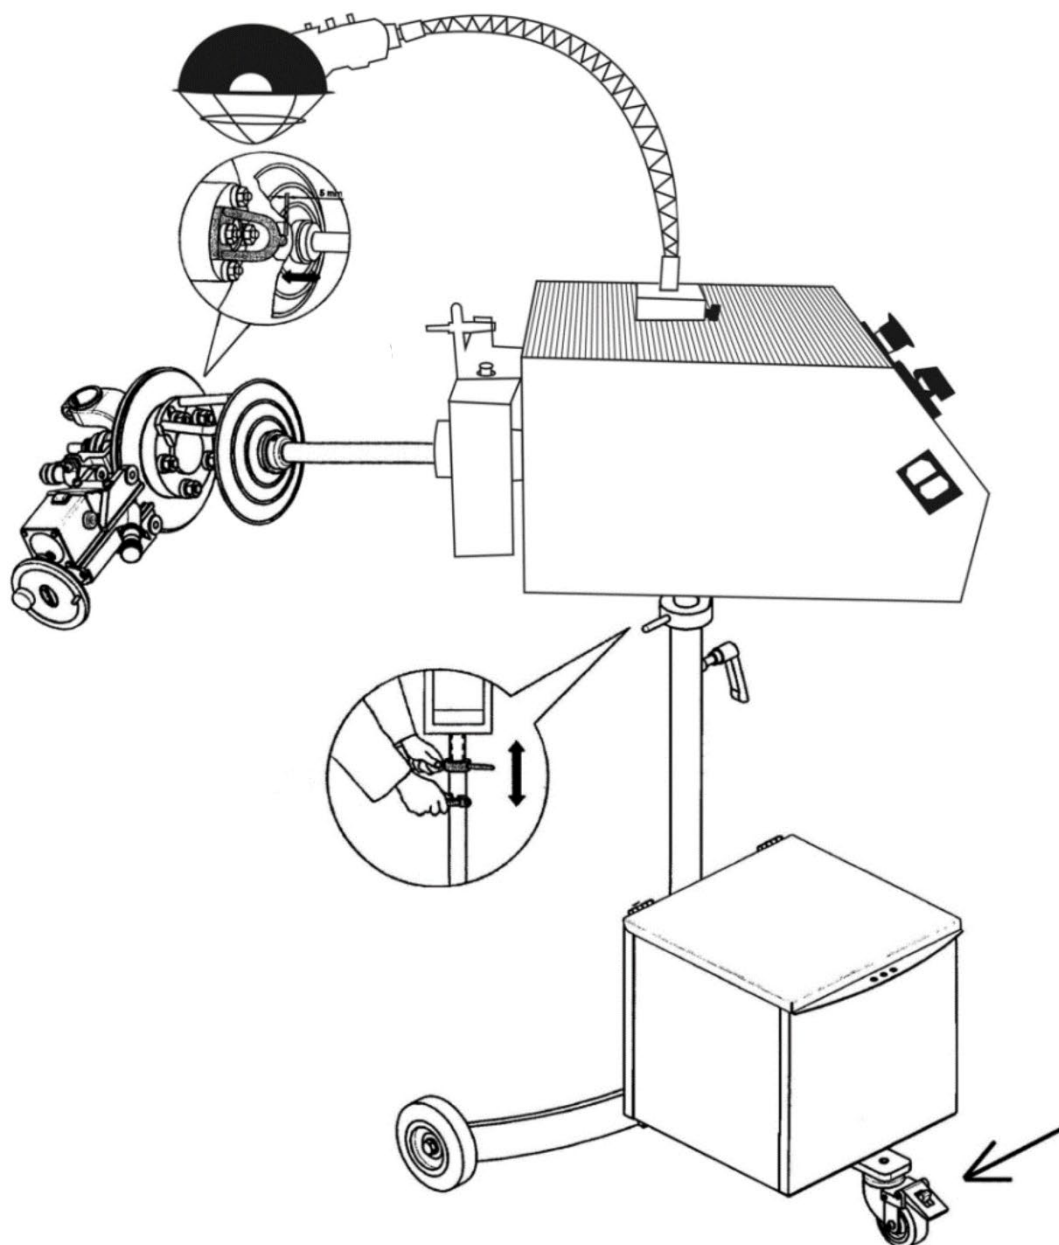

Рисунок 30
7.6.3 При необходимости подложите шайбу между универсальным кронштейном и отверстием для крепления тормозного суппорта (рис. 30), чтобы блок проточки был установлен согласно (рис. 30, 31).
7.7.3 Ослабьте фиксирующую ручку на пол оборота (рис. 30)
7.7.5 Пододвиньте приводную скобу к приводному адаптеру, оставив зазор 5 мм (рис. 30).
7.8.5 Проведите финальную регулировку высоты для уменьшения вибрации (рис. 30).